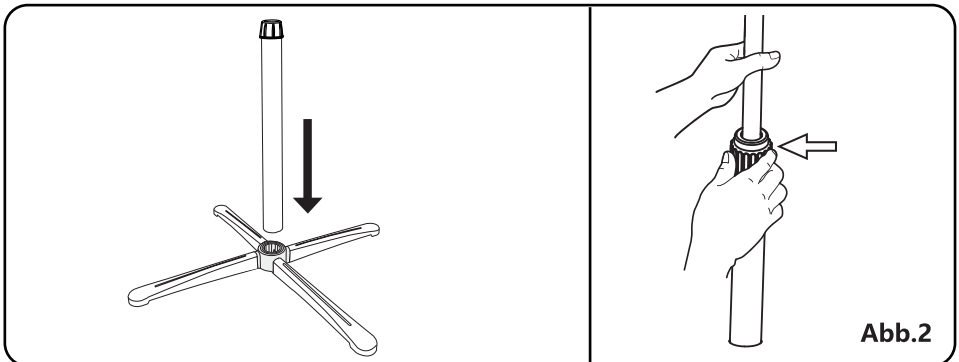

Abb.2
2. Lockern Sie den Höheneinstellung, um ihn zu lösen, und schieben Sie dann die Schraubenabdeckung nach unten. Heben Sie den Innenpol auf die maximale Höhe an, während Sie verhindern, dass der Innenpol in den Verlängerungspol rutscht. Befestigen Sie dann den Höheneinstellung wieder und ziehen Sie ihn fest. (Abb. 2)